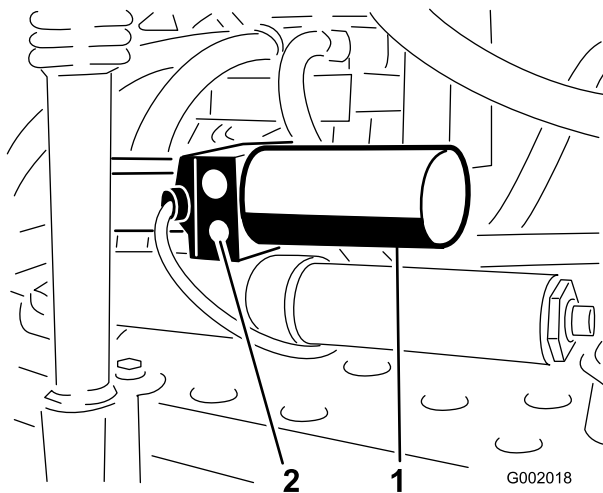

Figure 53
1. Trouvez l'emplacement du clapet de décharge manuel de l'actionneur sur chaque rampe. Le clapet de décharge manuel est la plus petite des valves et se trouve d'un seul côté du corps de l'actionneur (Figure 53).